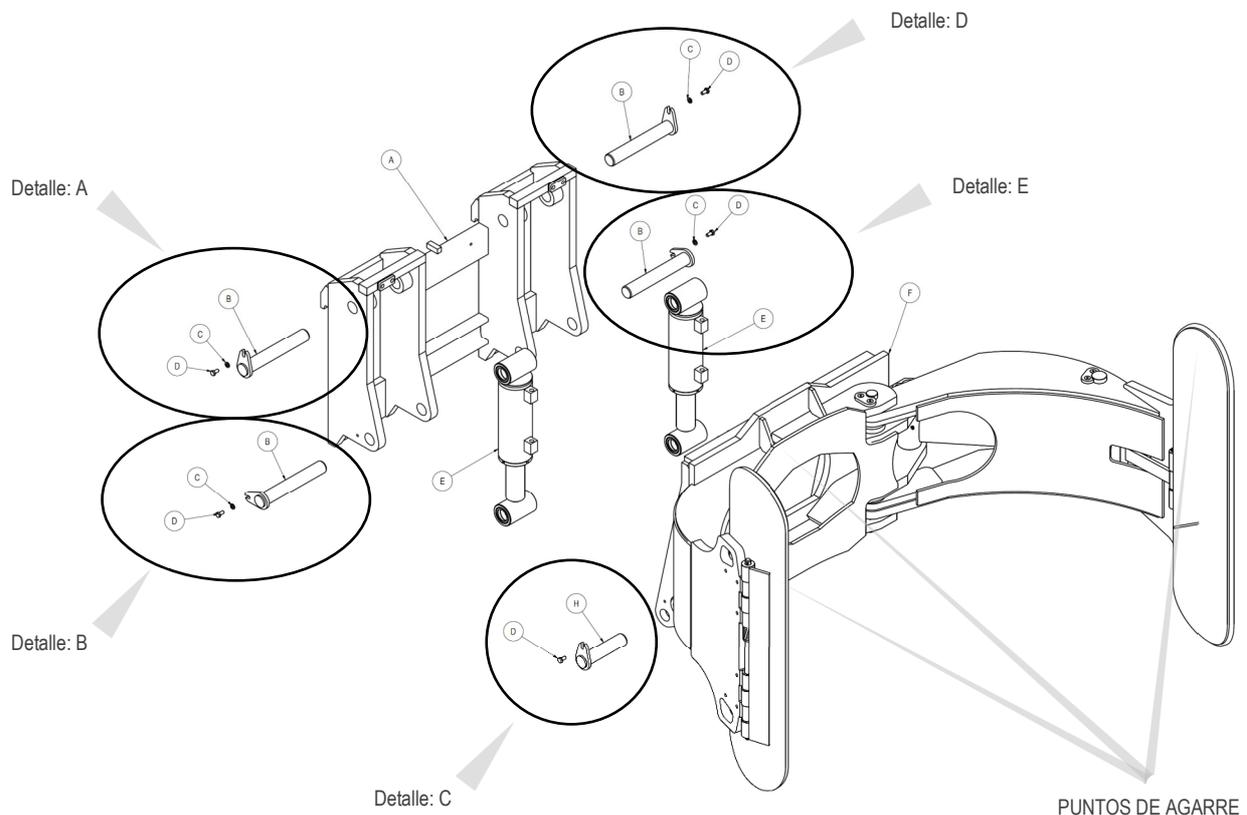

Figura 2
2. Retirar el equipo del carro por los puntos de agarre indicados en la figura 2;
3. Asegurar el equipo mediante los puntos de agarre indicados en la figura 2;